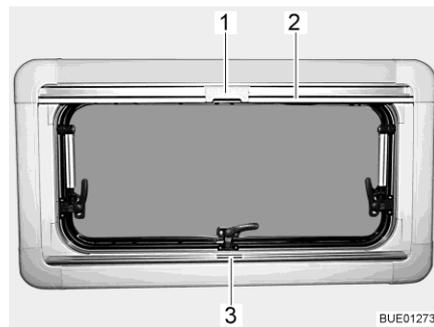
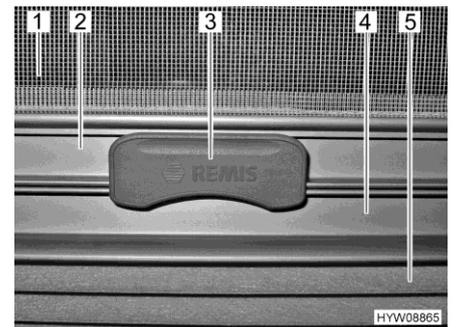

Fig. 14 Finestra apribile
Fig. 15 Aggancio
La tendina oscurante pieghevole (Fig. 15,5) è montata nella cassetta inferiore.
- Afferrare la tendina oscurante pieghevole per la parte centrale della barra di presa (Fig. 14,3 e Fig. 15,4), tirarla dal basso verso l'alto e rilasciarla nella posizione desiderata. La tendina oscurante pieghevole rimane in questa posizione.
**Zanzariera a rullo** La zanzariera a rullo (Fig. 15,1) è montata nella cassetta superiore.
- Tirare la zanzariera a rullo accompagnandola con la barra di presa (Fig. 14,2 e Fig. 15,2) verso il basso, fino a quando la barra di presa non arriva a contatto con la tendina oscurante pieghevole (Fig. 15,4).
- Bloccare l'aggancio (Fig. 14,1 e Fig. 15,3) della zanzariera a rullo nella barra di presa della tendina oscurante pieghevole. Se l'aggancio risulta bloccato, la tendina oscurante pieghevole e la zanzariera a rullo possono essere spostate insieme.
- Premere in alto l'aggancio (Fig. 15,3) sulla zanzariera a rullo.
- Ricondurre lentamente la zanzariera a rullo accompagnandola con la barra di presa (Fig. 14,2).